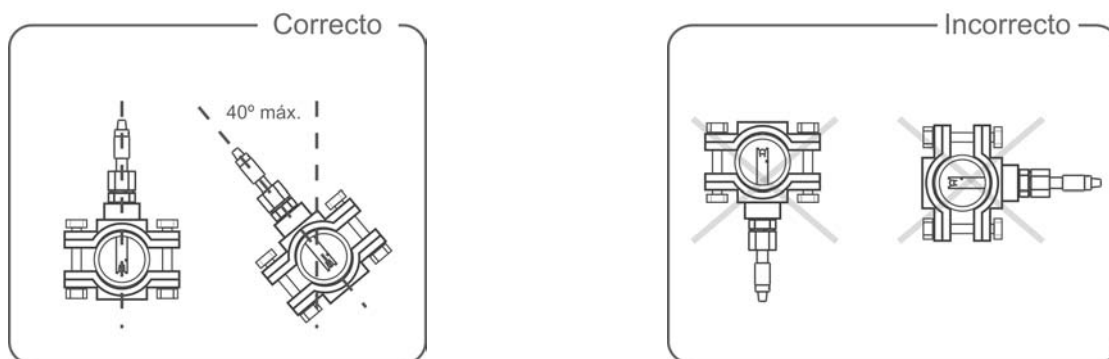

Fig. 9
4. **Instalar siempre los sensores de pH/ORP preferiblemente en posición vertical o con una inclinación máxima de 40º (Fig. 9).**